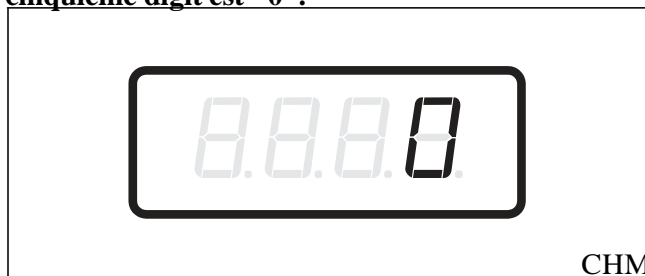

Figure 22
2. Lorsque "SA14" s'affiche, appuyer sur la touche DEMARRAGE (Enter). Le Prix de vente #4 de la vente spéciale A comprend cinq digits. Le cinquième digit s'affiche et clignote par intervalles d'une seconde. Se référer à la *Figure 22*.